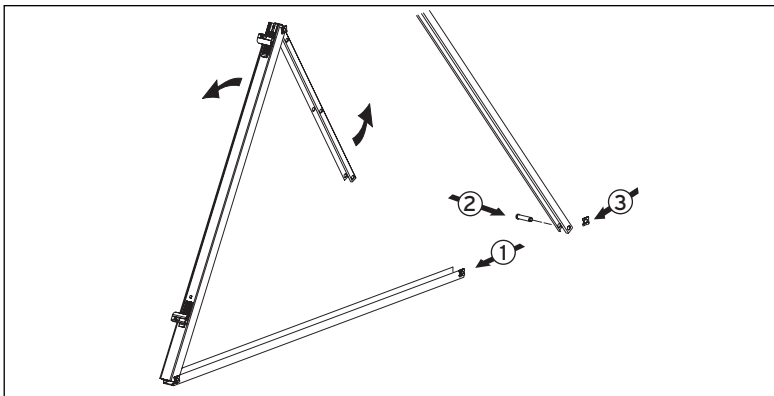

Abb. 4.9 Gestelle vorbereiten
- Stellen Sie ein weiteres Gestell auf (vgl. Abb. 4.9 bis 4.11).